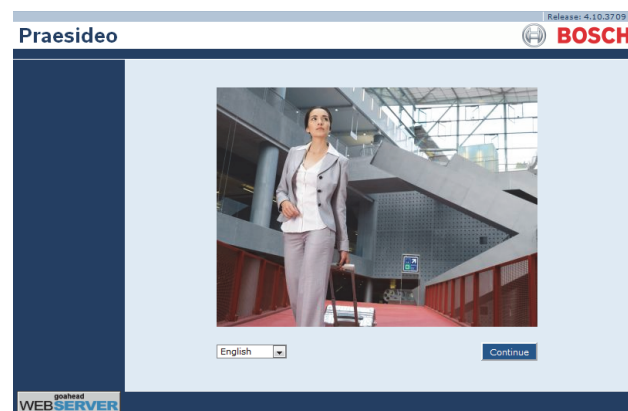

abbildung 37.6: Homepage des Praesideo-Webinterface
- 2 Geben Sie die IP-Adresse des Netzwerkcontrollers in der Adressleiste ein. Verwenden Sie vor der IP-Adresse keine Nullen. Wenn die IP-Adresse des Netzwerkcontrollers zum Beispiel 192.168.000.015 lautet, geben Sie ping 192.168.000.015 ein. Es erscheint ein Bildschirm, der dem in abbildung 37.6 ähnelt.